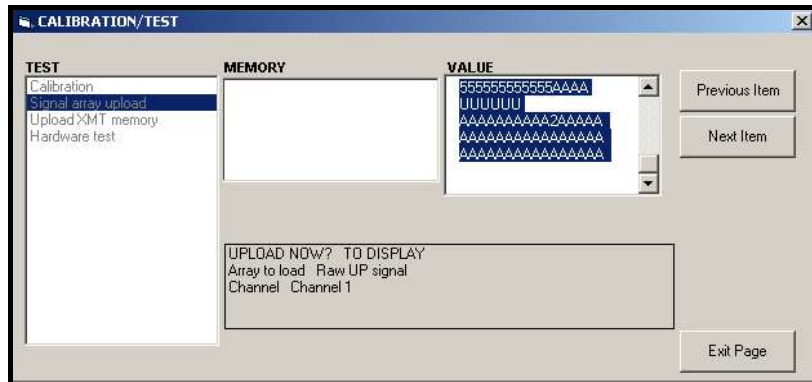

Figure 13: Données du réseau de signaux affichées sur PanaView
- Si vous double-cliquez sur To Display, le volet droit de la fenêtre ressemble à la Figure 13 et les données sont disponibles pour une évaluation immédiate. Cliquez sur [Quitter la page] pour fermer la fenêtre et revenir à la section Étalonnage/ Test menu.